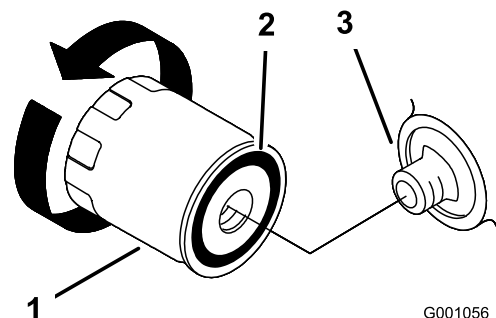

Bild 34
4. Montieren Sie den Ersatzölfilter am Filterstutzen. Drehen Sie den Ölfilter nach rechts, bis die Gummidichtung den Filterstutzen berührt. Ziehen Sie den Filter dann um eine weitere $\frac{2}{3}$ oder ganze Drehung fest (Bild 34).